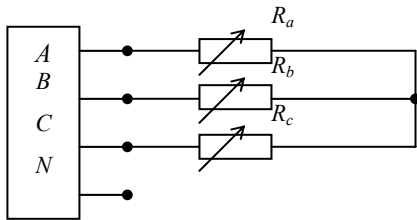

Рис. 8.1
- б) собрать схему, показанную на рис. 8.1, включить питание;